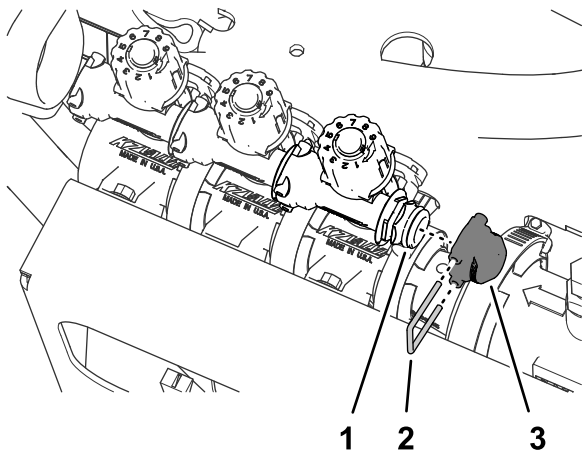

Figura 63
3. Rimuovete il fermo che fissa il tappo al raccordo a disinnesto rapido della valvola di bypass (**Figura 63**).